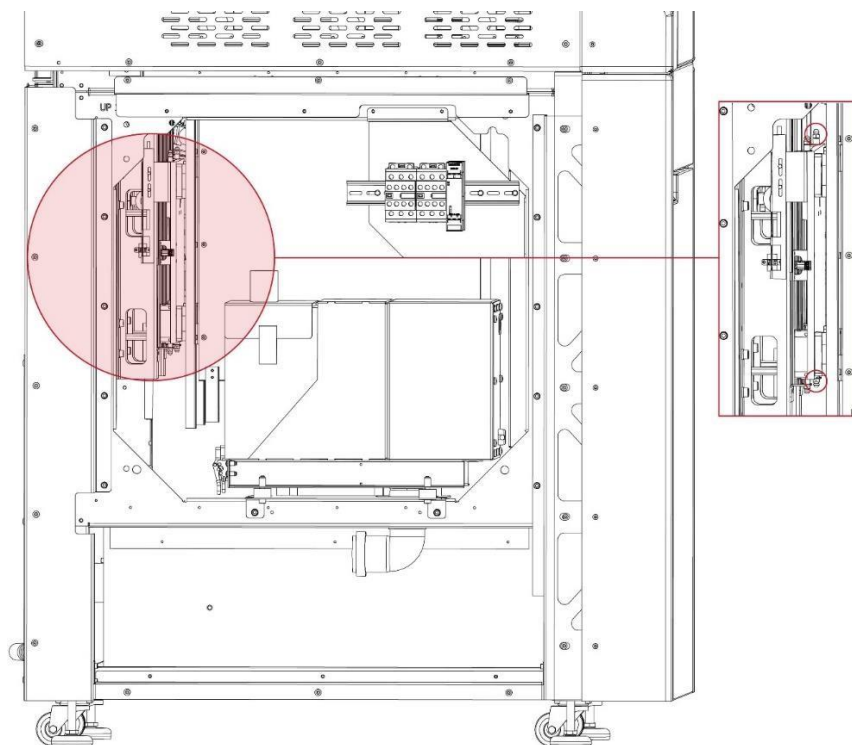
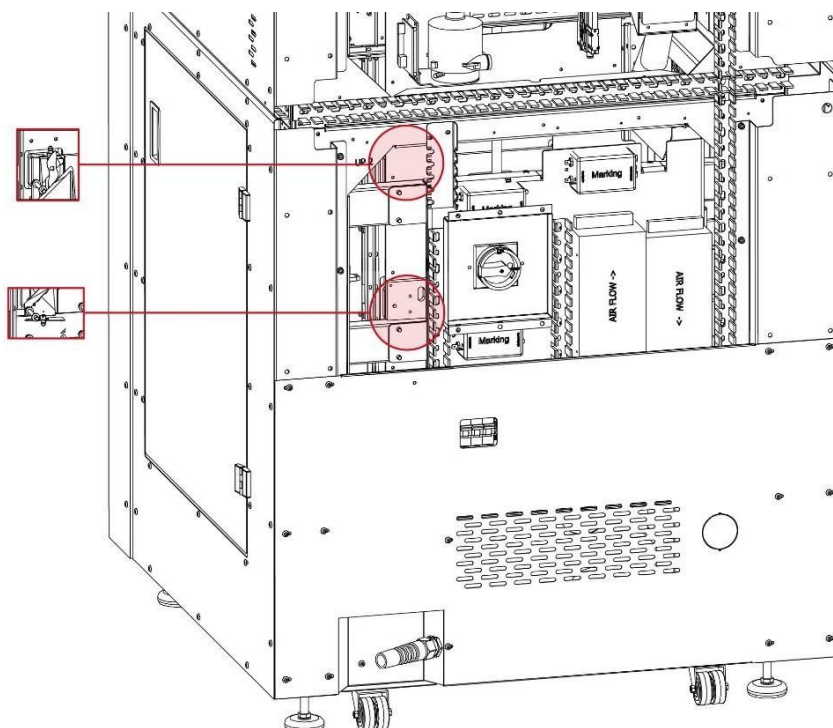

Рис. 99. Месторасположение смазочных ниппелей - вид сбоку.
Рис. 100. Месторасположение смазочного ниппеля
13. Найти верхний правый смазочный ниппель (если смотреть на принтер спереди), как показано на рис. 99:
14. Найти верхний правый смазочный ниппель (если смотреть на принтер спереди), как показано на рис. 99. Месторасположение этого смазочного ниппеля также отмечено на рис. 100.